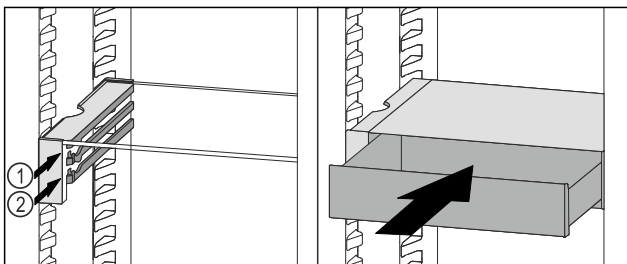

Fig. 182
- ▶ VarioSafe-Schubfach hinter den Stoppern auf gewünschter Rippe Fig. 182 (1) oder Fig. 182 (2) aufsetzen.